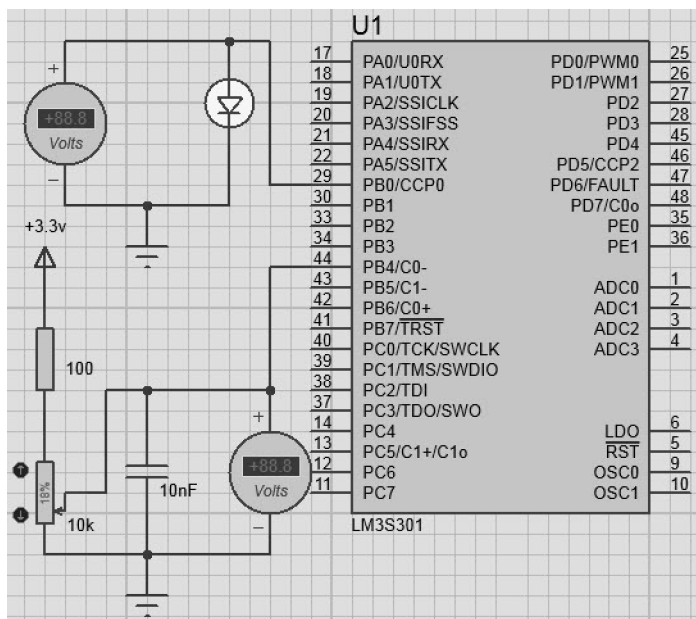

图 6-9 比较器程序的虚拟测试电路
(5) 在 Proteus 8.1 中对工程的编译结果进行测试
① 搭建虚拟测试电路，如图 6-9 所示。